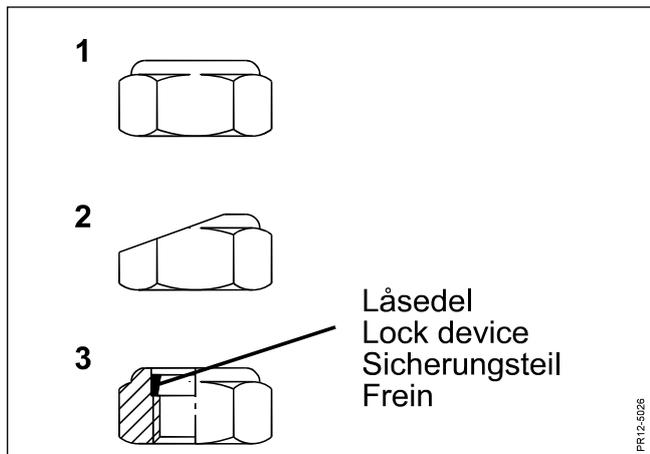

Fig. 5-10
- Fig. 5-10** L'écrou spécial doit être remplacé si: